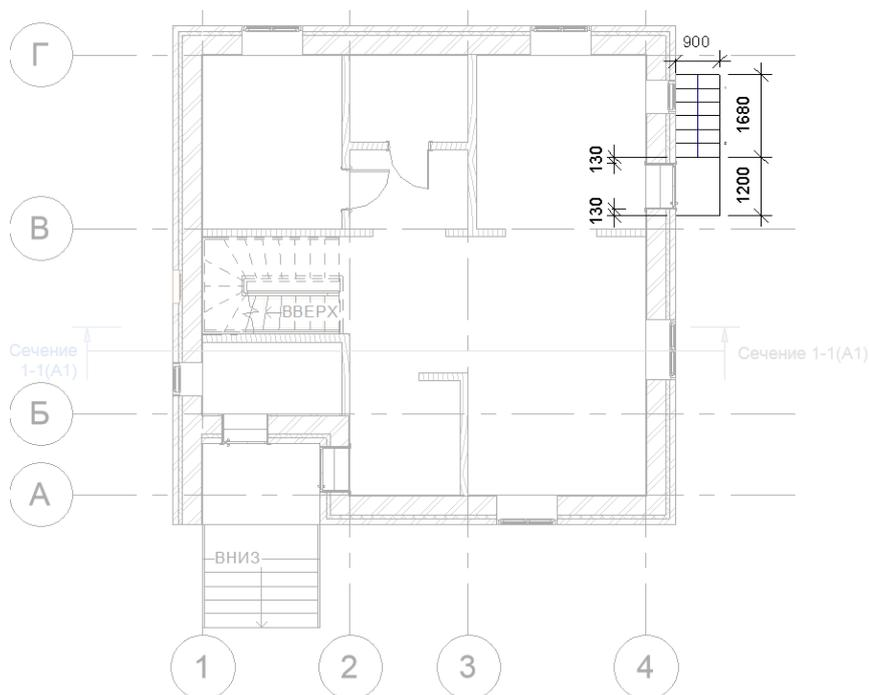

Рисунок 15 – Размещение крылец
11) *Построение крылец.* Находясь на плане 1-го этажа выберите на вкладке **Архитектура > Движение** инструмент **Лестница** (тип *Монолитная лестница*). Выберите компонент **Прямая**. В панели параметров установите **Текущая ширина марша** – 900 мм. В палитре свойств укажите базовый уровень **Земля** и верхний уровень **План 1-го этажа**. Начертите с правой стороны здания пролет размером 1680х900 мм (6 ступеней) на расстоянии 130 мм от входной двери (см. рис. 15). Не выходя из редактирования эскиза лестницы, выделите марш и снимите флажки с параметров **Начать с подступенка** и **Закончить подступенком**. Затем выберите компонент **Площадка > Создать эскиз** инструмент **Прямоугольник** и начертите площадку размером 900х1200. Нажмите **Выход из режима редактирования** ✓. При необходимости произведите выравнивание эскиза лестницы со стеной здания. И еще раз нажмите **Выход из режима редактирования** ✓. После того как крыльцо будет создано удалите лишние ограждения. Подобным образом постройте крыльцо у южного фасада здания.